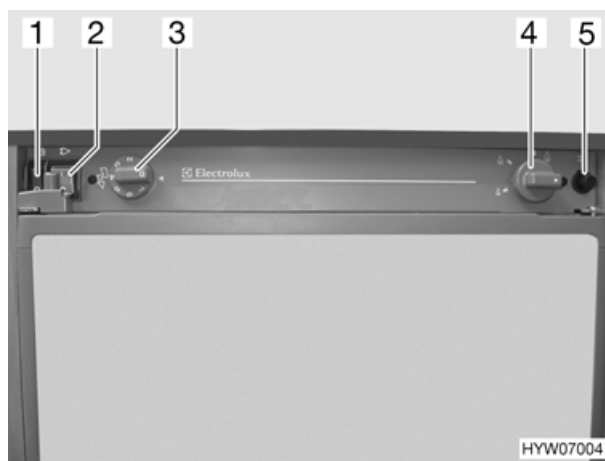

Fig. 65 Elementi di comando del frigorifero (variante 1)
- Posizionare l'interruttore a 230 V  (Fig. 65,2) su "0".
- Posizionare l'interruttore a 12 V  (Fig. 65,1) su "I".
- Ruotare il pomello girevole (Fig. 65,4) in posizione Fiamma alta , premerlo e tenerlo premuto finché il gas non arriva al bruciatore.
- Premere il pulsante di accensione (Fig. 65,5) due volte con forza a brevi intervalli.
- Posizionare l'interruttore a 12 V  (Fig. 65,1) su "0".
- Posizionare l'interruttore a 230 V  (Fig. 65,2) su "I".
- Impostare con il pomello girevole  (Fig. 65,3) la temperatura di refrigerazione desiderata fra "1" e "7".